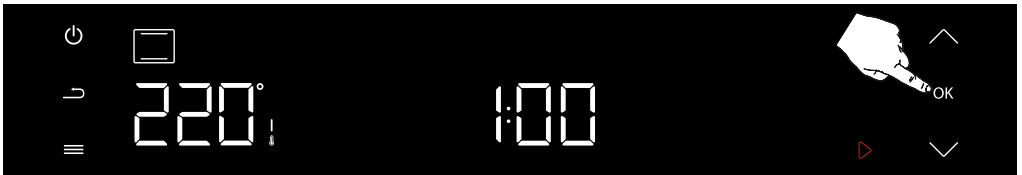

Abbildung 84
Halten Sie dann die Bestätigungstaste (OK) gedrückt, um mit dem Garen des Favoriten zu beginnen. (siehe Abbildung 84)